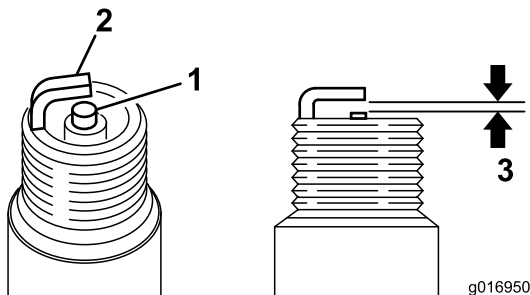

Bild 36
3. Stellen Sie den Abstand auf 0,6 mm bis 0,7 mm ein (Bild 36). Setzen Sie die Zündkerze mit korrektem Abstand ein und ziehen Sie sie auf 23 N-m an.